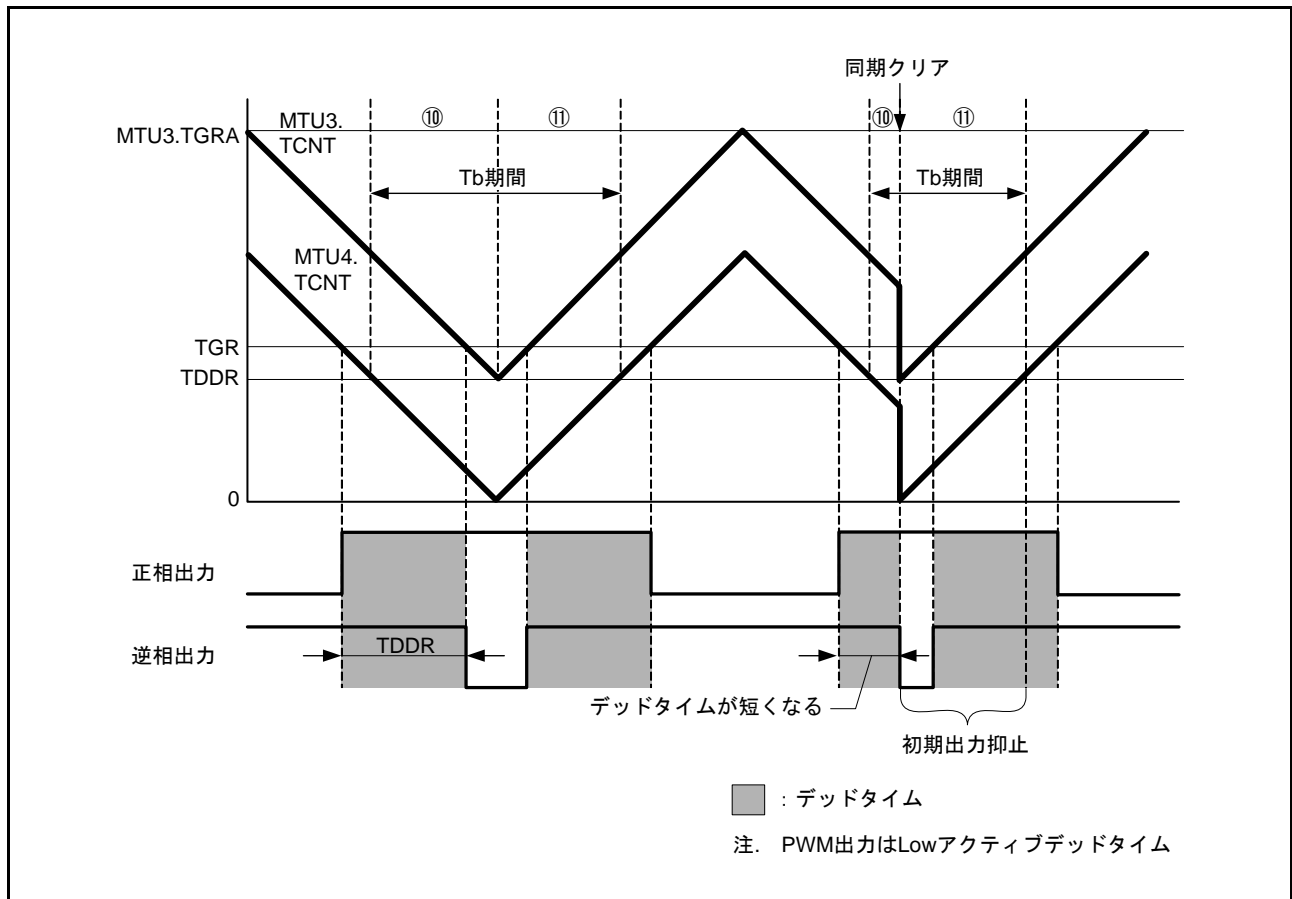

図 21.122 同期クリア例 (条件 1 の場合)
条件 1 : 初期出力の抑止期間⑩にて、PWM 出力がデッドタイム期間中に同期クリアした場合 (図 21.122 参照)。